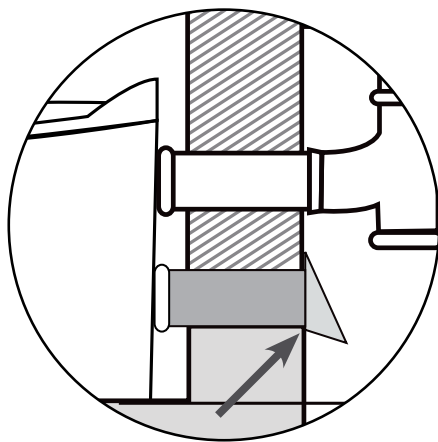

fig. 12
4. Après avoir déterminé exactement la longueur et l'emplacement du tuyau d'admission d'air, coupez le tuyau à l'extérieur. REMARQUE : coupez le tuyau à fleur du mur extérieur (voir la fig. 12). Le tuyau d'admission d'air doit ensuite être scellé avec un mastic d'étanchéité approprié (silicone, Sikaflex, etc.)